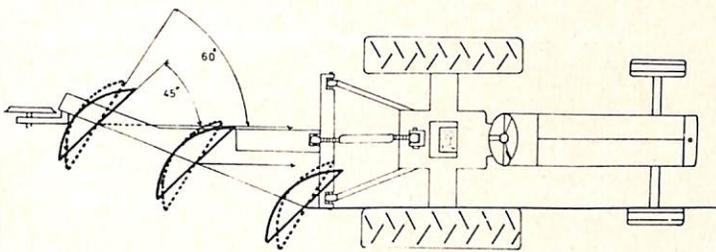

Fig. 15 - Regulagem do ângulo horizontal
-Ângulo horizontal - é aquele entre a borda do disco e a direção de caminhar. Varia de 45 a 60° (Fig. 15), sendo este, o último valor recomendável para terrenos duros. Em condições médias,